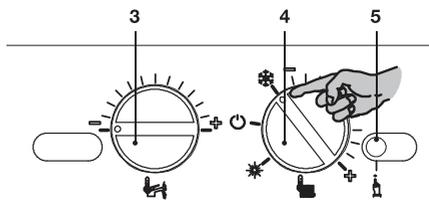

Рисунок 6.4
- Поверните переключатель функций 4 так, как показано на следующем рисунке (Рисунок 6.4).